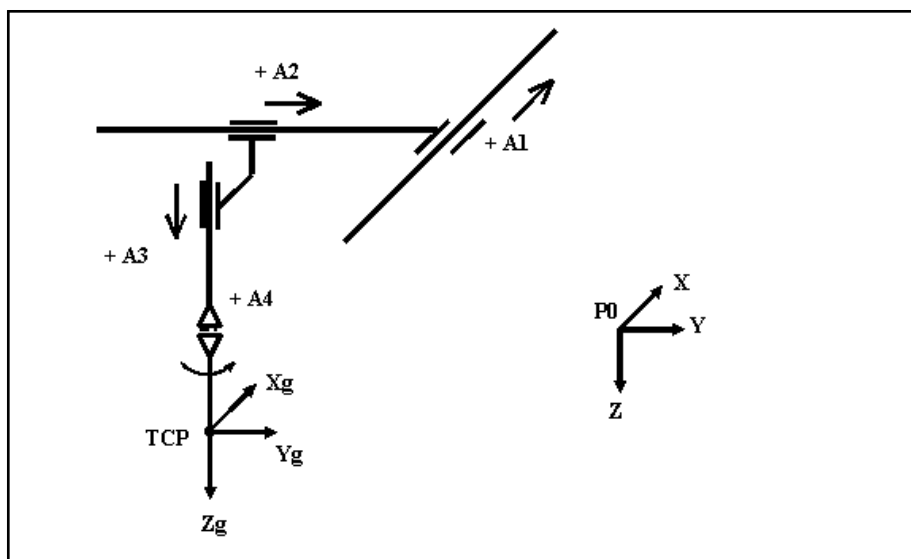

Abb. 18-1: Robotertyp 0, Karteser, 3D-Ansicht
- Abb. 18-1 "Robotertyp 0, Karteser , 3D-Ansicht " auf Seite 234 und